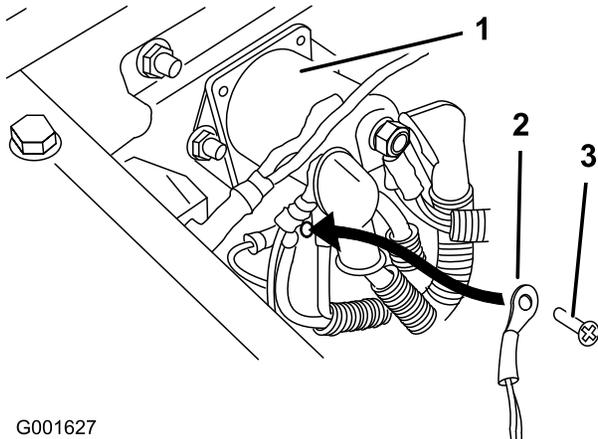

Figura 20
2. Retire uno de los tornillos de masa situados debajo del solenoide (Figura 20).
3. Conecte el arnés de cables al bloque de masa con el tornillo de masa que retiró anteriormente (Figura 20).